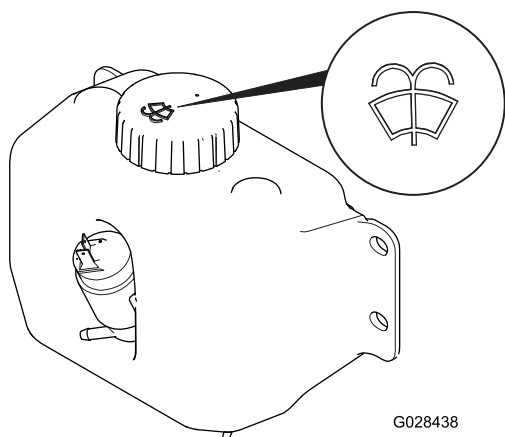

Рисунок 50
2. Откройте капот и найдите бачок стеклоомывателя (Рисунок 50).